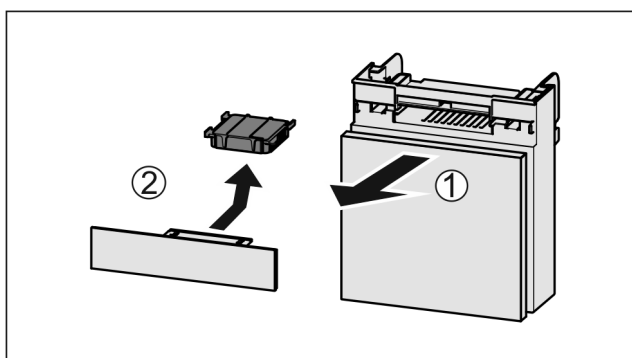

Fig. 131
- ▶ Estrarre il vano tirando in avanti Fig. 131 (1).
- ▶ Rimuovere il filtro a carboni attivi Fig. 131 (2).